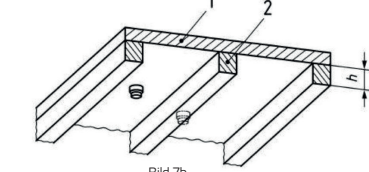

Bild 7b
- I rum med en kassettak vars taksektioner är högst 36 m², har en taklutning på högst 20° och takbjälkar/balkar med en höjd (h) på max 20 cm, behöver man inte beakta de enskilda taksektionerna (se bild 7b). Installera brandvarnaren så centralt som möjligt i rummet, i en taksektion eller på bjälken.